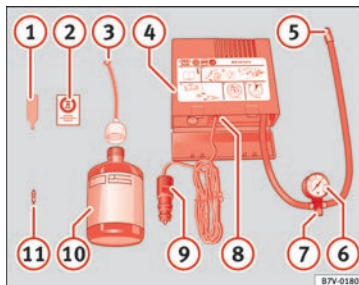

Fig. 69 Représentation standard : contenu du kit anticrevaison.
- Dévissez le capuchon et l'obus de la valve du pneu. Utilisez l'appareil » **fig. 69 ①** pour extraire l'obus. Placez-le sur une surface propre.
- Agitez fortement la bouteille de produit de colmatage des pneus » **fig. 69 ⑩**.
- Vissez le tuyau de gonflage » **fig. 69 ③** sur la bouteille de produit de colmatage. Le
- Retirez le bouchon du tuyau de remplissage » **fig. 69 ③**, puis vissez l'extrémité ouverte du tuyau sur la valve du pneu.
- Placez de nouveau l'obus de valve sur la valve du pneu avec l'outil » **fig. 69 ①**.
- Vissez le tuyau de gonflage du pneu du compresseur » **fig. 69 ⑤** sur la valve du pneu.
- Vérifiez si la vis d'évacuation d'air est serrée » **fig. 69 ⑦**.
- Branchez le connecteur » **fig. 69 ⑨** à une prise de courant de 12 volts du véhicule »  **page 173**.
- Raccordez le compresseur d'air au commutateur ON/OFF » **fig. 69 ⑧**.